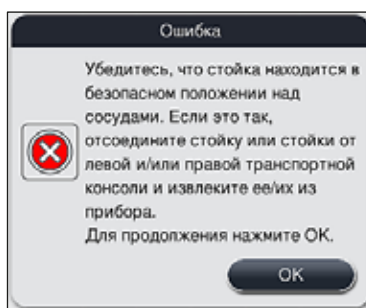
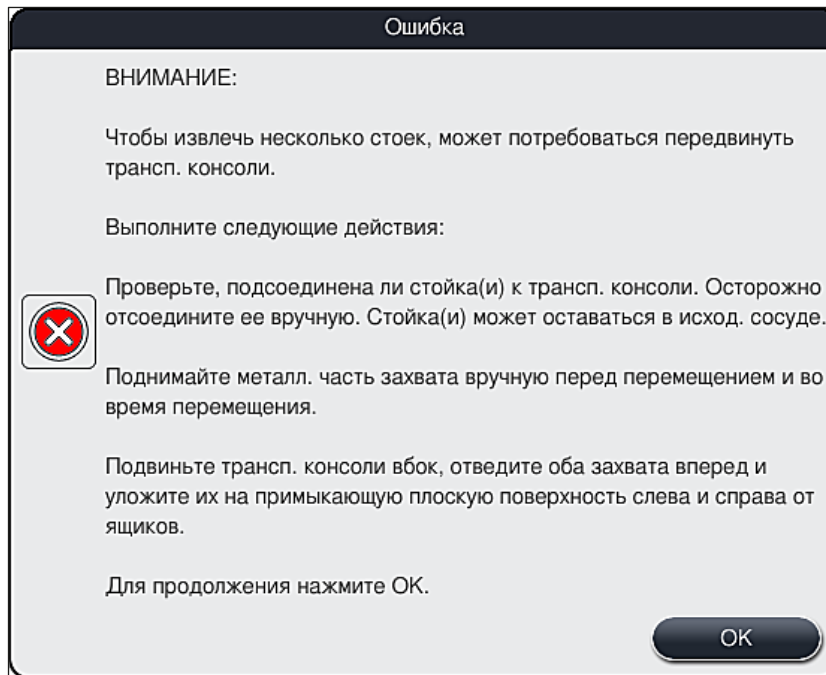

Рис. 108
Рис. 109
2. После этого в этом информационном сообщении появляется указание для пользователя проверить (→ "Рис. 108"), поместил ли прибор один или два штативы в безопасное положение между двумя кюветами для реактивов (→ "Рис. 104").
3. При нажатии кнопки **OK** (→ "Рис. 108") на экране отображается другое информационное сообщение (→ "Рис. 109"), содержащее указания для пользователя по правильному извлечению соответствующих штативов.